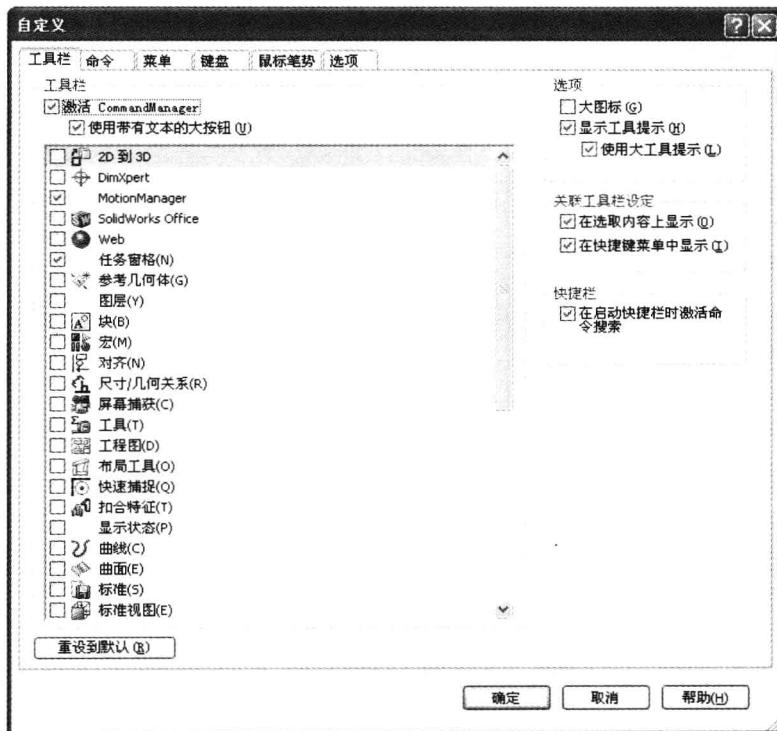

图 1-2 “自定义”对话框的“工具栏”选项卡
- 2) 利用“工具”→“自定义”菜单命令或在工具栏区域单击鼠标右键，在弹出的快捷菜单中选择“自定义”选项。“自定义”对话框的“工具栏”选项卡如图 1-2 所示。